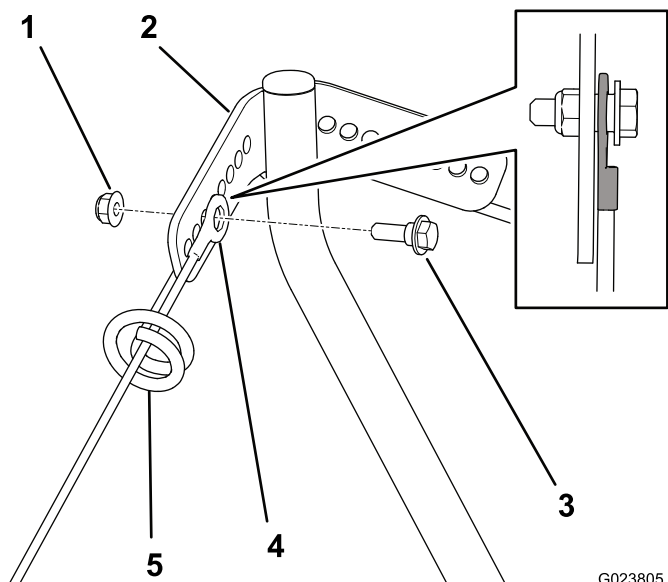

図 10
3. 各ケーブルのもう一方の端部を、それぞれのケーブルサポートに通し、ブームアセンブリ上部の穴に取り付ける 図 10。
注 ケーブルの絡みつきなどが起こらないようにするため、ケーブル端部は図 10に示すように固定してください。